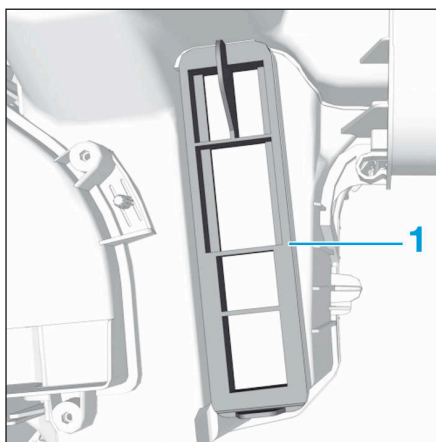

FIG.7
- Nettoyer l'emplacement du filtre à air d'habitacle et l'y placer (Fig.7).